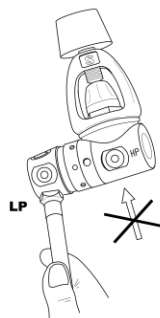

Abb. 1
Schließen Sie den Niederdruckschlauch (ND) des Powerinflatorventils oder des A.I.R 2 an einen freien ND-Anschluss der ersten Stufe, der dasselbe Gewinde aufweisen muss (Abb. 1).